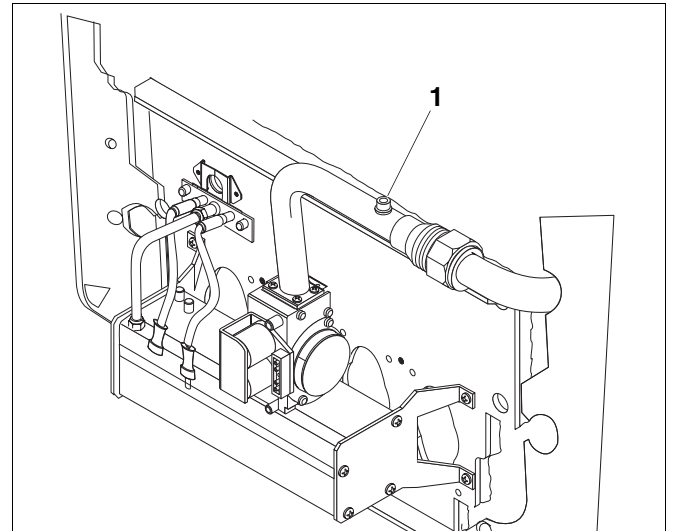

Abb. 25 Gasbrenner
- Gaszuleitung am Prüfnippel (Abb. 25, **Pos. 1**) entlüften.